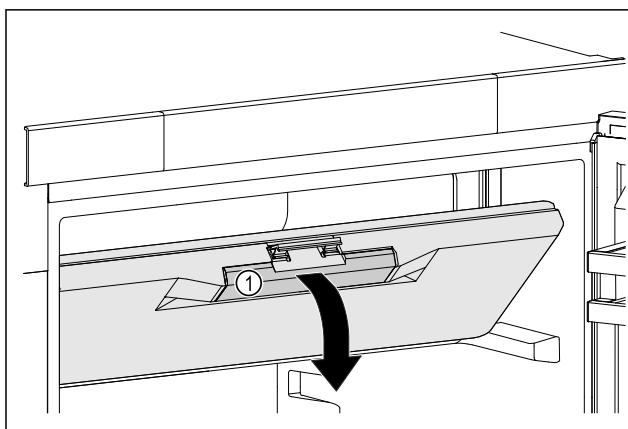

Fig. 23
- Uchopte dvere mraziaceho priestoru za priehlbeň pre rukoväť Fig. 23 (1).